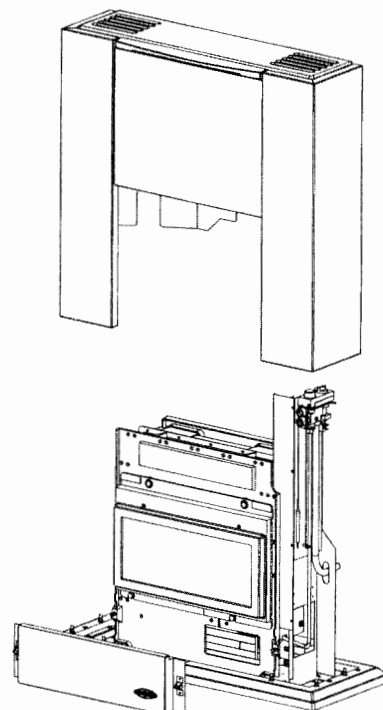

Fig. 2
- Séparer l'habillage du corps en soulevant l'ensemble (fig. 2).